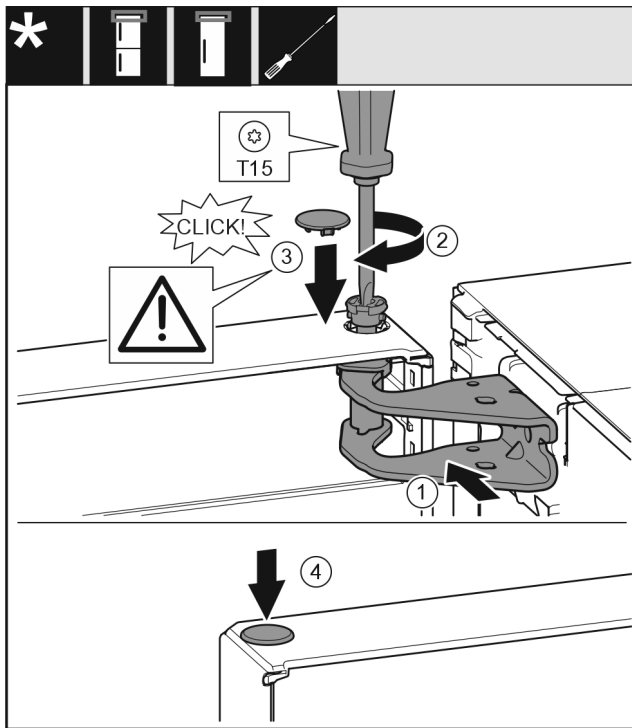

Fig. 25
- ▶ Igazítsa be az ajtót fent a csapágybak Fig. 25 (1) nyílásához.
- ▶ Helyezze be a csapszeget Fig. 25 (2), és húzza meg csavarhúzóval.
- ▶ Helyezze be a fedelet Fig. 25 (3).
- ▶ Ellenőrizze, hogy a fedél Fig. 25 (3) felfekszik-e az ajtóra.
- ▶ Helyezze be a fedelet Fig. 25 (4).